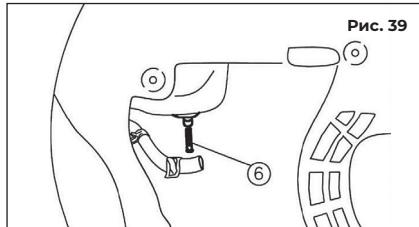

Рис. 39
3. Выньте топливный фильтр рис. 39.
3. Выньте топливный фильтр 6 , рис. 39.